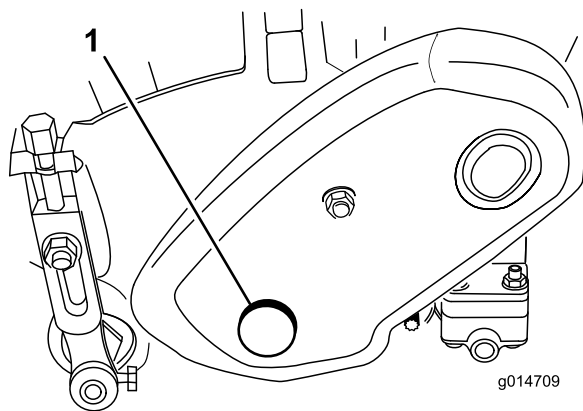

Figura 20
1. Retire o tampão da cobertura da transmissão do cilindro situada no lado esquerdo da estrutura do cilindro (Figura 20).